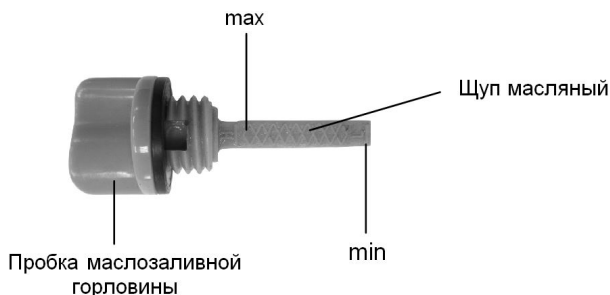

Рис. 16
1. Выкрутите пробку маслозаливной горловины (рис. 16);
3. Извлеките щуп и проверьте уровень масла. Он должен находиться между верхней и нижней отметкой контрольного щупа ближе к верхней отметке (max) (рис.16). В случае необходимости долейте свежее моторное масло;